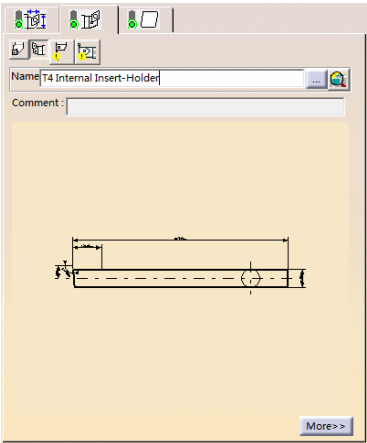

图 7-31 刀柄选项卡 (2)
- 单击刀具参数选项卡中的 , 切换到刀柄选项卡 (2), 设置刀具刀柄的参数, 如图 7-31 所示。